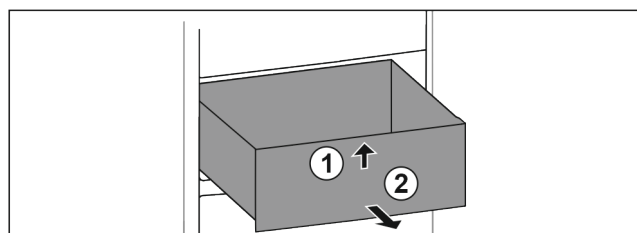

Fig. 58
- ▶ Nadzvedněte zásuvku vpředu. Fig. 58 (1)
- ▶ Vyjměte zásuvku dopředu. Fig. 58 (2)